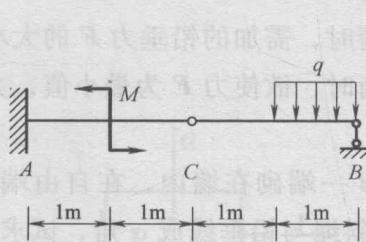

图 1-25
(7) 梁的结构尺寸、受力情况如图 1-25 所示，不计梁重，已知  $q = 10\text{kN/m}$ ,  $M = 10\text{kN} \cdot \text{m}$ ，试求  $A$ 、 $B$ 、 $C$  处的约束反力。